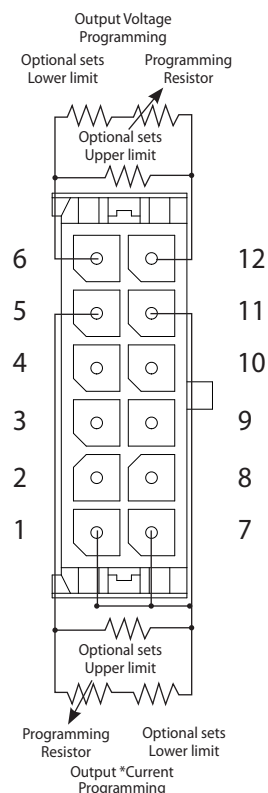

Рис.6-2: Подсоединение для программирования с помощью внешнего резистора (комментарии к схеме на англ.языке)
1. для режима внешнего программирования резистором выполните соединения как показано на рис. 6-2.